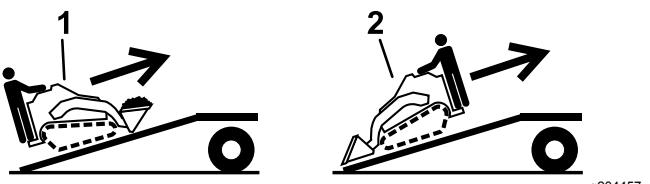

Figure 18
5. Placez toujours l'extrémité la plus lourde de la machine en haut de la rampe, la charge en bas, lorsque vous chargez la machine sur la remorque (Figure 18).